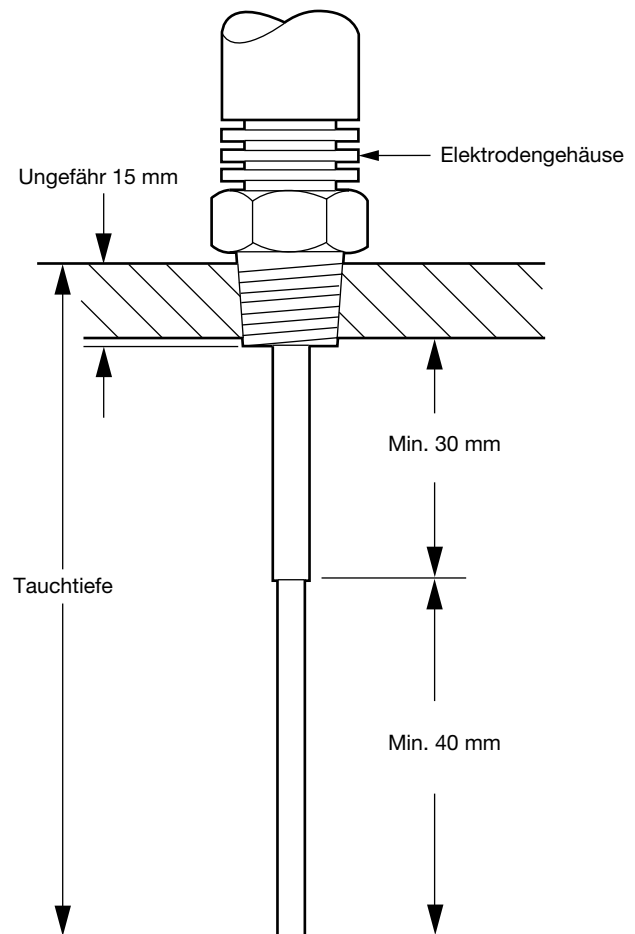

Bild 3: Montage
- Die ermittelte Länge auf die LP30 übertragen: Von der Unterseite der Elektrodengehäuses zum Elektrodenstab hin messen. Elektrodenstange 15 mm länger lassen und mit einer feinen Metallsäge den Elektrodenstab kürzen, siehe Bild 3. Dies berücksichtigt die Gewindeeinschraublänge.